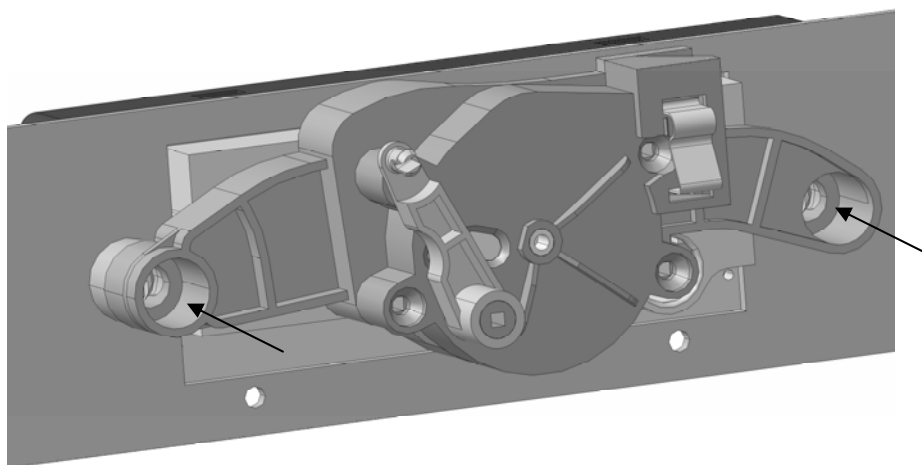

Рис. 5. Съем электрической части блока управления отопителем
- с внутренней стороны панели приборов отсоедините две электрические колодки блока управления отопителем, выньте электрическую часть блока управления отопителем, выдавив ее из отверстий кронштейна (рис. 5);